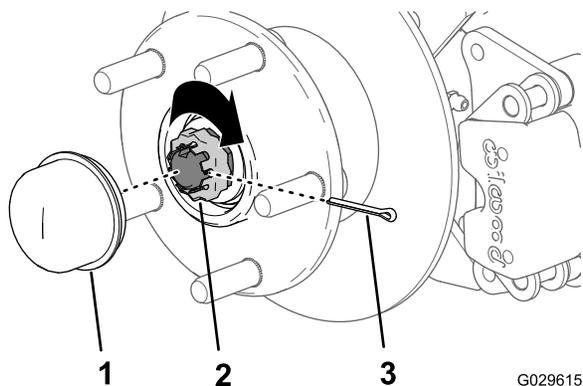

Figura 33
- Montate il fermo sul dado e controllate l'allineamento della scanalatura sul fermo con il foro del mandrino per la coppia (Figura 33).
- Montate la coppiglia e piegate ciascuna asticella attorno al fermo (Figura 33).
- Montate il coperchietto antipolvere sul mozzo (Figura 33).